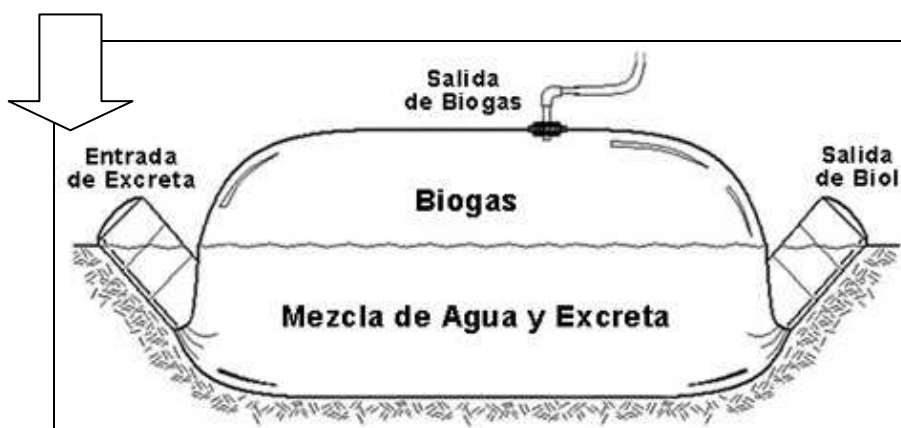

Figura D.2.- Indicación del lugar de entrada de excreta.[5]
1. La figura D.2 muestra el orificio de entrada de la mezcla en el biodigestor tubular: